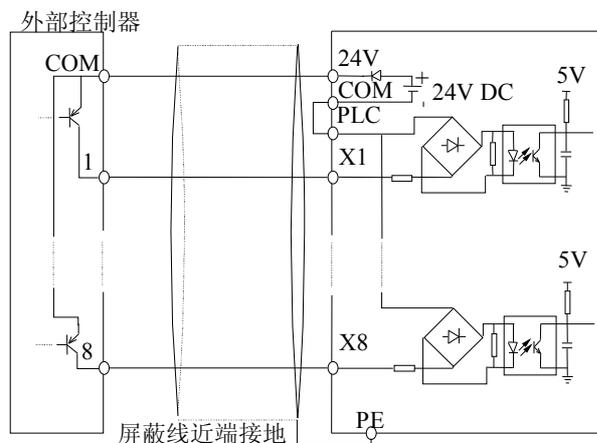

图 2-17 使用变频器内部+24V电源的漏极连接方式
- 2) 使用变频器内部+24V电源，外部控制器为PNP型的共发射极输出的连接方式（注意去除PLC与24V端子间的连接线，在外部短接PLC和COM端子），如图2-17所示。